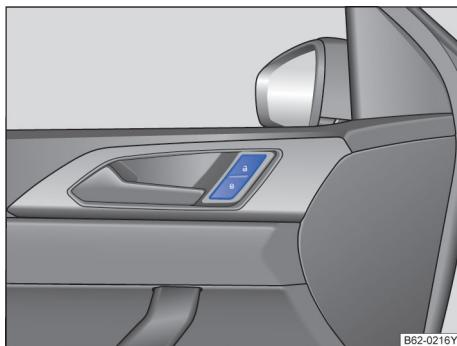

图 45 驾驶员侧车门内：中央门锁按钮。
行驶车速超过 15km/h 时汽车自动闭锁→ 第 26 页。闭锁汽车后中央门锁按钮里的指示灯  以黄色点亮→ 图 45。
如短时间内反复按压汽车钥匙上的按钮→ 图 44 或中央门锁某个按钮→ 图 45，则中央门锁系统将暂时关闭，防止系统过载。然后汽车处于解锁状态约 30 秒钟。在此期间，若未打开车门或行李厢盖，随后汽车将自动闭锁。
按压按钮→图 45：
- 按压 ⑥ 按钮→图 45